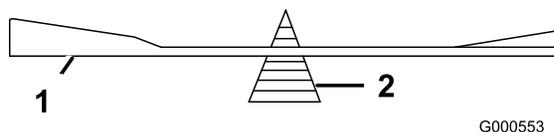

Figura 40
2. Verifique el equilibrio de la cuchilla colocándola sobre un equilibrador de cuchillas (Figura 40). Si la cuchilla se mantiene horizontal, está equilibrada y puede utilizarse. Si la cuchilla no está equilibrada, rebaje algo el metal en la parte de la vela solamente (Figura 39). Repita este procedimiento hasta que la cuchilla esté equilibrada.